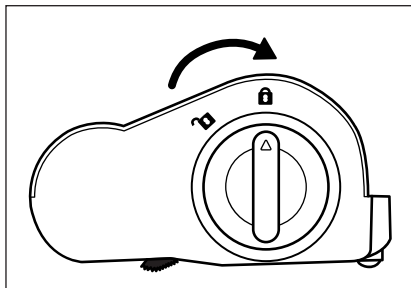

Bild 29
- 5) Sätt in rullborsten **20** i golvborsten **21** igen och vrid upplåsningen till rullborsten **19** mot symbolen **🔒** (stäng) (se bild 29).